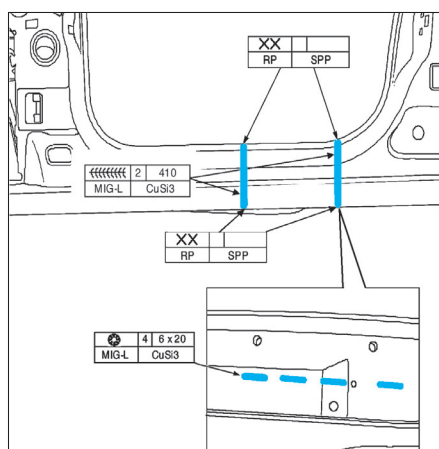

FIG. 47
- Effectuer les trous oblongs de 6 ou 8x20 mm (fonction des point de soudures percés) sur la partie du bas de caisse à remonter (fig. 47).
- Souder la partie du bas de caisse sur le montant A (fig. 47).